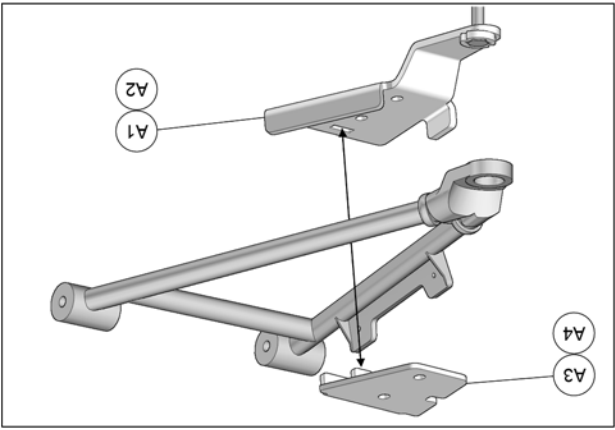

Fig. 15
5. Positionner la partie inférieure de l'ancrage anti-rotation (A1-A2) sous le bras de suspension inférieur. Positionner la partie supérieure (A3-A4) au-dessus du bras de suspension de façon à ce que les tenons de la partie plîée s'alignent dans les ouvertures de la partie inférieure. Voir la Fig. 15